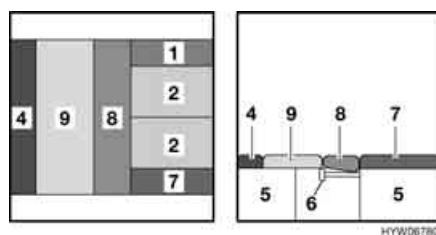

Fig. 108 Dopo la trasformazione
- Piazzare il cuscino aggiuntivo (Fig. 108,4) tra il cuscino del divano (Fig. 108,9) e la parete esterna.
- Appoggiare il cuscino dello schienale (Fig. 108,8) sulle due prolunge dei cassoni letto.